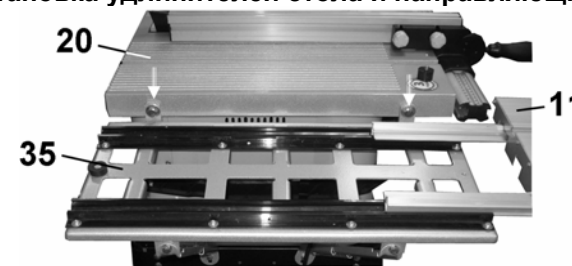
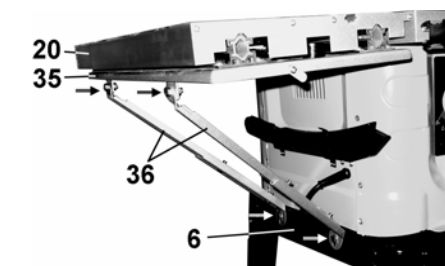

Рис. 9
Рис. 10
8.4.1. К рабочему столу (20) закрепите болтовым соединением раму (35) каретки (11), Рис.9. Раму (35) и верхнюю планку (6) основания пилы соедините составными распорками (36), Рис.10.